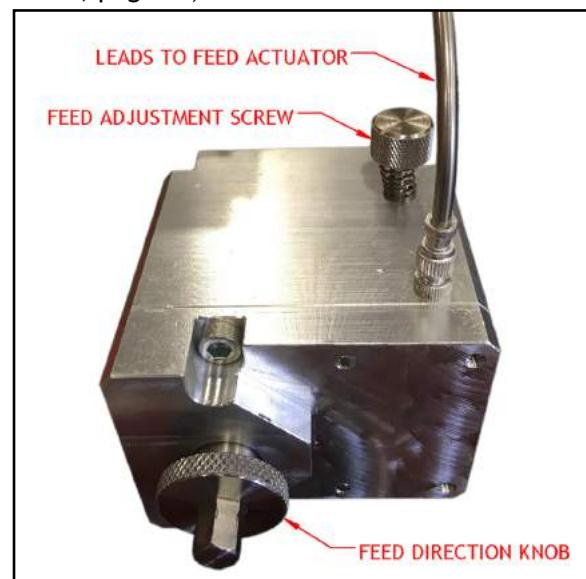

FIGURE 4-4. VIS DE RÉGLAGE DE L'AVANCE ET BOUTON DE DIRECTION DE L'AVANCE
- Réglez le bouton de direction de l'avance (comme le montre la Figure 4-4, page 25) dans le sens désiré.
1. Débrayez les doigts d'embrayage (voir Figure 4-4).